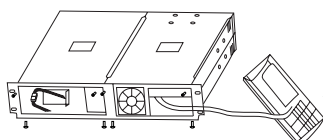

Рис.4
5. Совместите монтажную планку с винтовыми отверстиями с каждой стороны основного блока и ВБМ и закрепите ее винтами, идущими в комплекте. Рис.4